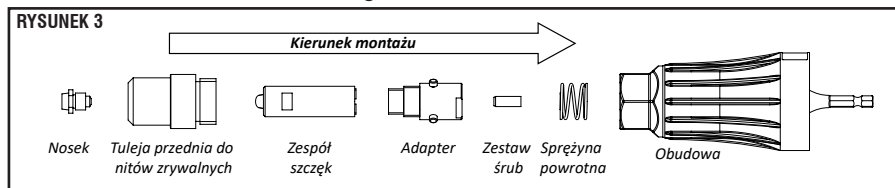
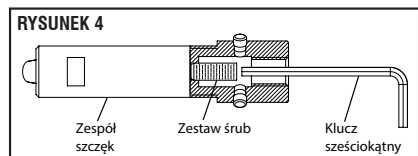

RYSUNEK 1
RYSUNEK 2
4. Zwróć uwagę na kierunek obrotu wkrętarci. Gdy obroty wkrętarci są zgodne z ruchem wskazówek zegara [RYSUNEK 1], nasadka wiertła mocuje się (wsuwa). Gdy obroty wkrętarci są w kierunku przeciwnym do ruchu wskazówek zegara [RYSUNEK 2], nasadka wiertła zostaje zwolniona (wypchnięcie).